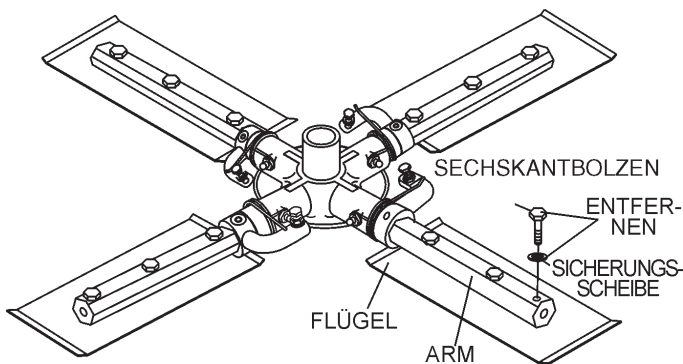

Abbildung 45. Glättflügel
1. Die Glättflügel vom Glättarm entfernen, indem die drei Sechskantschrauben (Abbildung 45) aus dem Glättarm entfernt werden. Die Glättflügel beiseite legen.